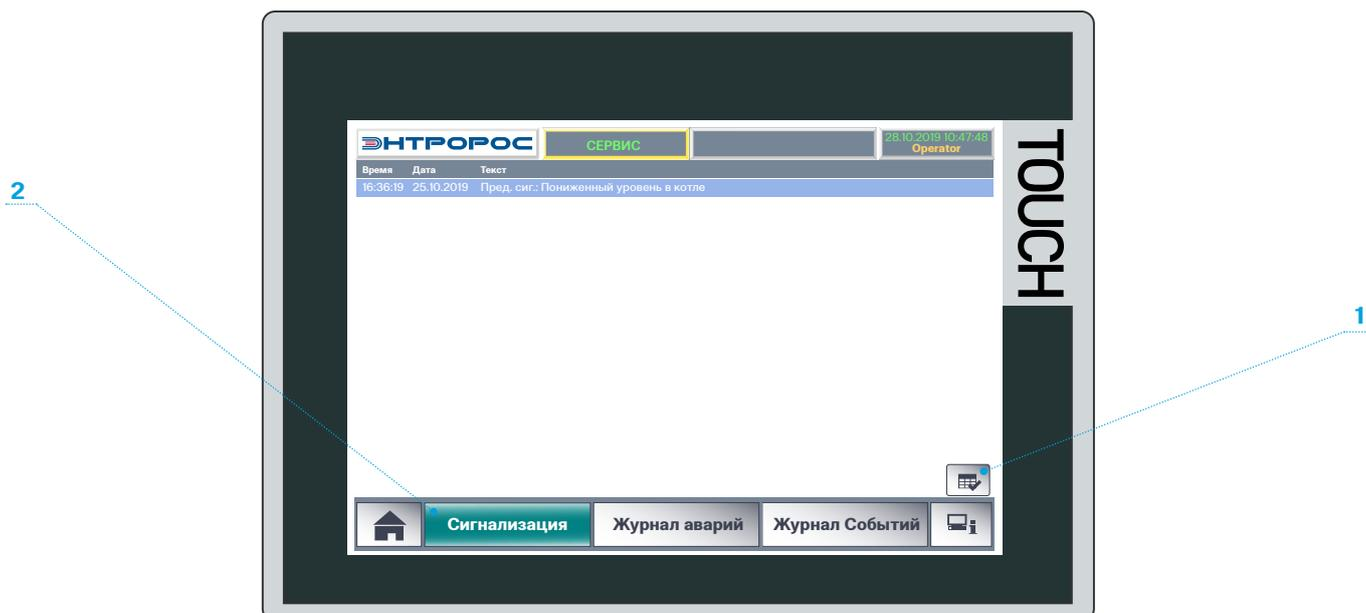

Рис. 18
Данная ветвь пользовательского меню (рис. 18) служит для просмотра всех зарегистрированных событий в системе. Система сообщений этого HMI-интерфейса построена по принципу стека FIFO (первый пришел – первый вышел), который основан на всех функциях предустановленной ОС панели оператора, а также ограничена физической памятью панели и ее хватает на хранение и сортировку последних 1024 сообщений. После исчерпания объема памяти более старые сообщения переписываются более новыми.
- окно сигнализации (рис. 18);
Окно сигнализации служит для предоставления оператору информации о наличии предупредительной или аварийной сигнализации. Оператор принимает решение о квитировании по результату просмотра данного окна (нажатием кнопки 1 (рис. 18) конкретного аварийного или предупредительного сообщения, в результате чего сразу деактивируется аварийная сигнализация.